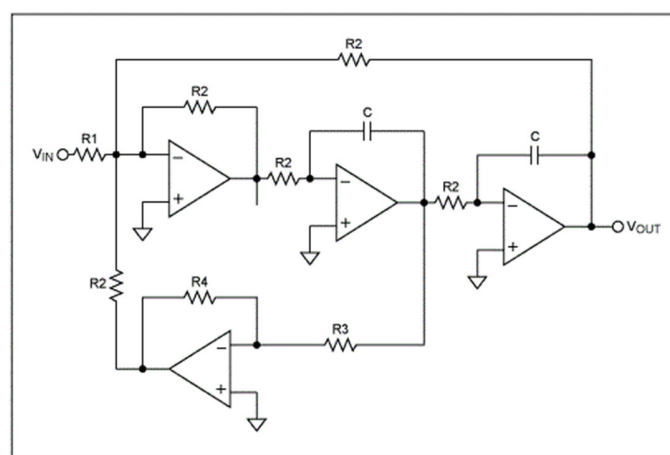

図 4. Q 値とゲインの個別制御が可能な
図 4 に示した回路では、4 つ目のオペアンプを追加しています。これであれば、Q 値とゲインの個別制御も実現できます。状態変数フィルタは、高い Q 値が必要な場合に理想的なものです。適切に設計を行えば、容易に 500 以上の Q 値を得ることができます。また、オペアンプを 1 つしか使用しないアーキテクチャとは異なり、オープンループ・ゲイン ($3Q$) はフィルタの出力ゲイン (Q) より少し高ければ問題ありません。ローパス・フィルタのゲインは Q なので、オペアンプの GB 積に対する要件が緩和されます。例えば、サレンキー・フィルタの場合、最小で $90Q^2$ のオープンループ・ゲインが必要です。そのため、500 の Q 値が必要だとすると、22.5M のオープンループ・ゲインが必要になります。